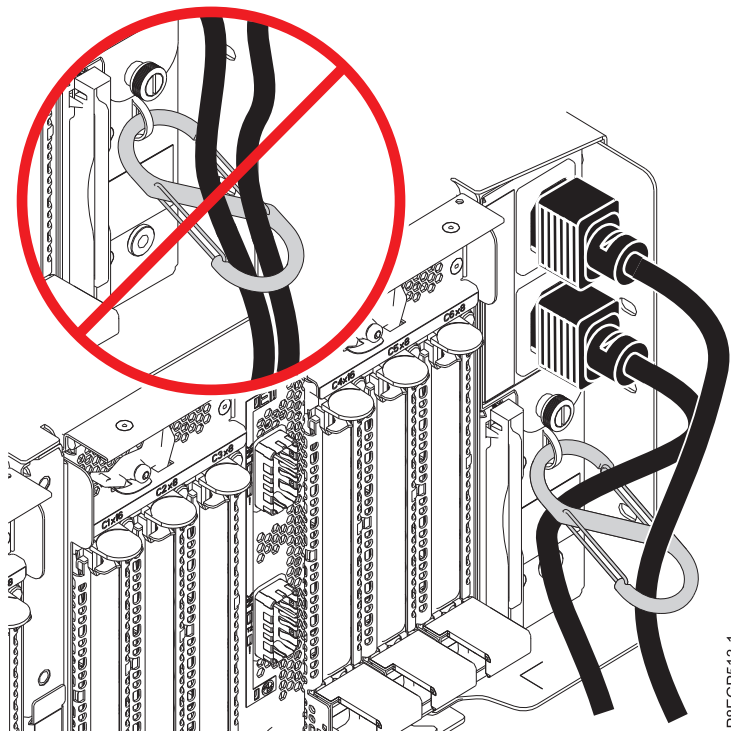

図 20. S 字形のカラビナを通した電源ケーブルの配線と電源への接続
- b. 電源ケーブルを、PCIe3 6 スロット・ファンアウト・モジュールやモジュールに邪魔されないよう、S 字形のカラビナを通して配線します。『図 20』を参照してください。
- c. 電源ケーブルのもう一方の端を、取り付け EMX0 PCIe3 拡張ドロワー上の電源装置に接続します。『図 20』を参照してください。